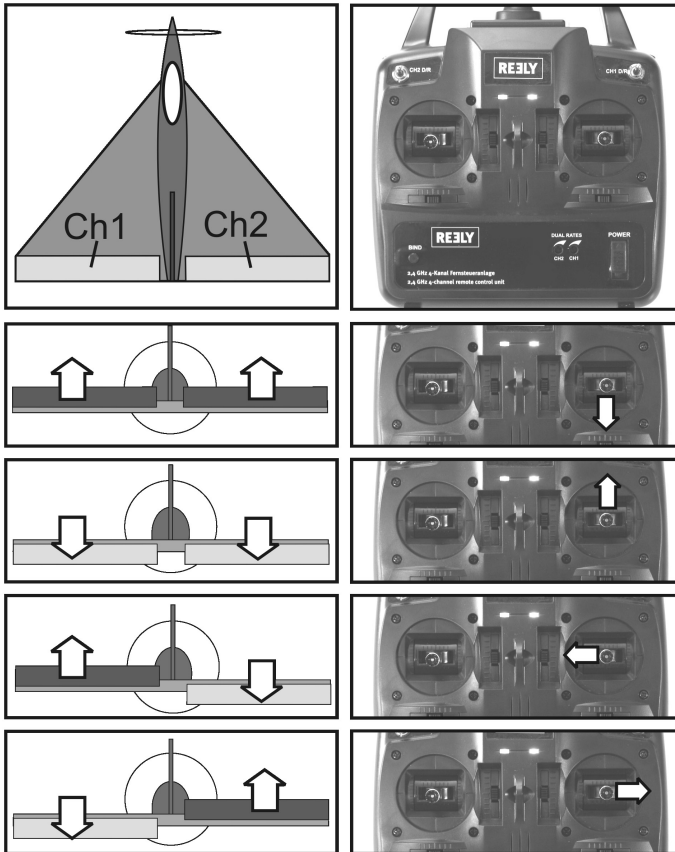

Figure 18
Le servo de la surface portante de gauche doit être raccordé à la sortie CH1 du récepteur et le servo de la surface portante de droite doit être raccordé à la sortie CH2 du récepteur. Les débattements des deux volets de gouverne doivent donc être identiques aux débattements sur les illustrations de la figure 18.
7. Mettez ensuite le récepteur en service et contrôlez si les volets de direction dévient maintenant selon l'illustration des figure 18 ou 19.